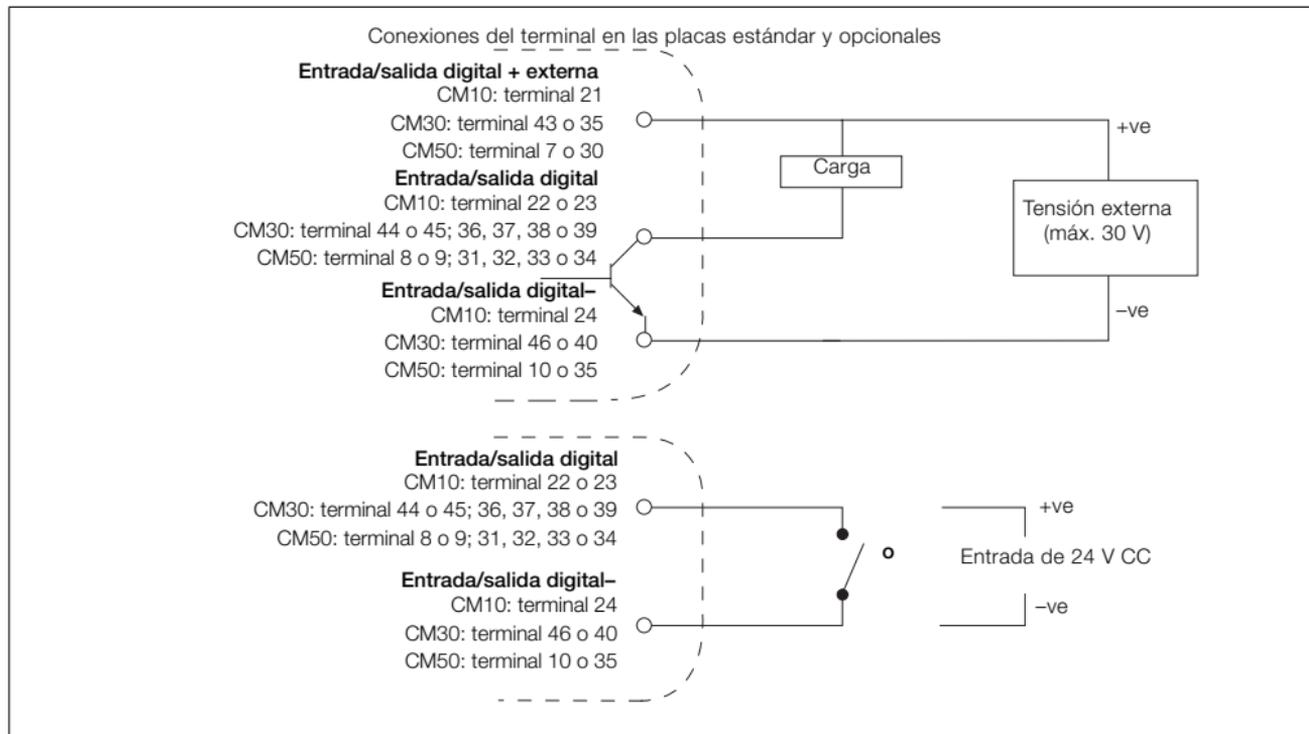

Fig. 4.13 Conexiones de entradas digitales y salidas digitales de colector abierto
**Nota.** Las conexiones de entradas digitales y salidas digitales de colector abierto se muestran en la Fig. 4.13; (consulte la página 82 para las opciones de entradas /salidas digitales).